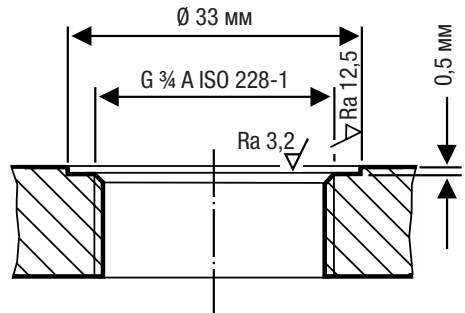

Рис. 7
- Обеспечьте качественную техническую подготовку уплотнительных поверхностей соответствующего резьбового патрубка резервуара или крышки фланца, см. Рис. 7.
Уплотнительные поверхности должны быть качественно технически обработаны согласно Рис. 7.